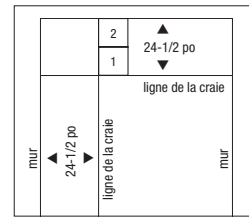

Figure 8
- Poser le second carreau en avant du premier carreau, pour laisser 13 mm (1/2 po) à partir du mur de départ. Enclencher doucement la languette et la rainure entre le premier carreau et le deuxième (Figure 8).
- Revérifier que les deux carreaux sont correctement alignés avec la ligne tracée, pour que la zone de départ soit bien d'équerre (Figure 8).